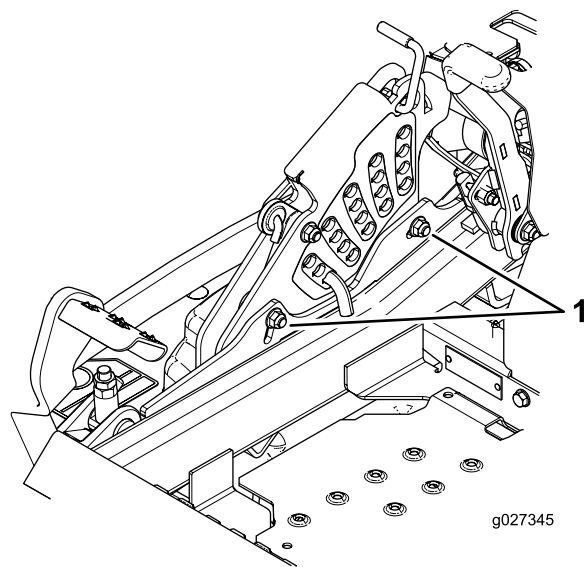

**Рисунок 114**
10. Выполните тонкую настройку регулировочной гайки на переднем узле подъема деки, поворачивая гайку (Рисунок 114).
16. Выполните тонкую настройку винтового регулятора, повернув его так, чтобы получить высоту 8,3 см (Рисунок 114).